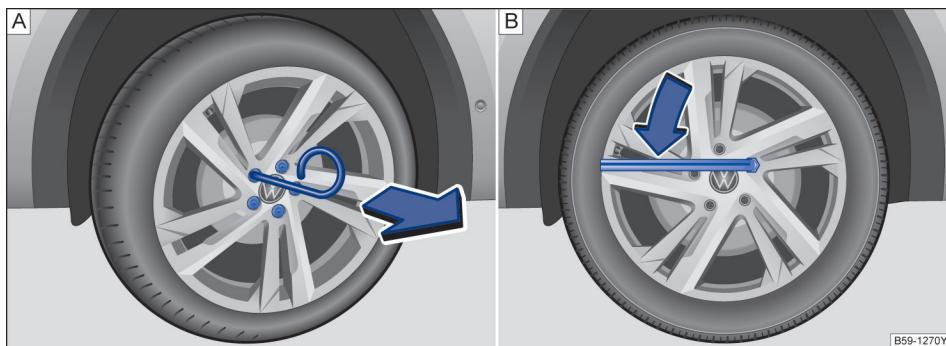

图 230 [A]. 从车轮螺栓上拔下盖罩; [B]. 更换车轮: 松开车轮螺栓
- 将钢丝钩穿过开口插入盖罩内→ 图 230 [A]，然后沿箭头方向将其拔下。
- 将车轮扳手套到车轮螺栓上，然后推到限位位置→ 图 230 [B]。